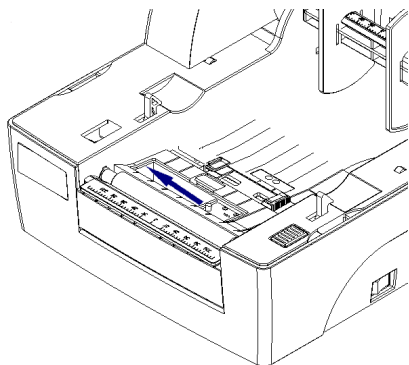

图 3.2.2
- 3) 拉动传感器扳手，移动传感器到要求的位置（如图标示的方向）；（见图 3.2.2）